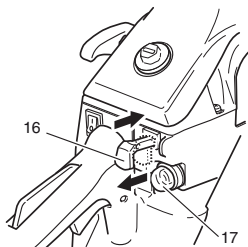

Fig. 12
*Presser la poire de la pompe d'amorçage (17) à plusieurs reprises pour que le carburant puisse s'écouler vers le carburateur (Fig. 12).
2. Tirez le levier d'étranglement (16) vers le bas (Fig. 12). Cette opération permettra de verrouiller automatiquement le papillon du carburateur dans la position de démarrage.
4. Quand vous entendez le premier allumage, ramenez le levier d'étranglement en position de fonctionnement. (Fig. 12)